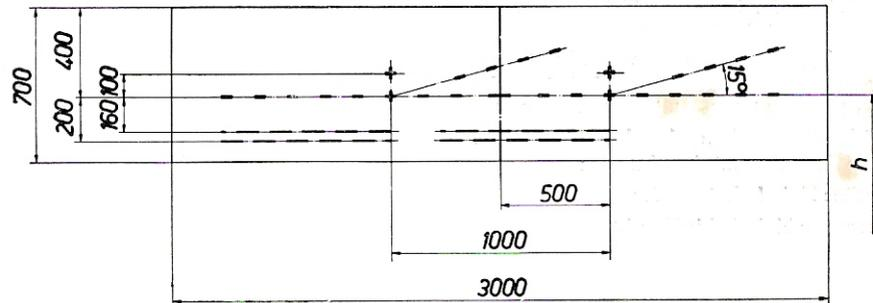

Bild 68
10. Umschalten auf Reflektorstellung „tief“, Hell-Dunkel-Grenze muß im markierten Bereich (160...200 mm) liegen (Bild 68)